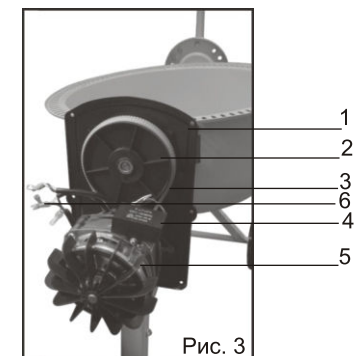

Рис. 3
Привод бетоносмесителя (рис. 3) состоит из электрического двигателя (5), малого и большого (2) шкивов, ремня, панели привода (1), конденсатора (4), пускателя (рис. 1, поз. 7)